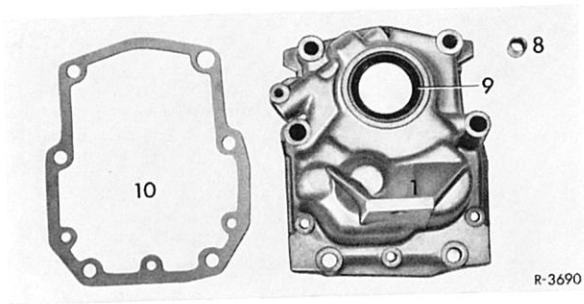

Bild 26–8/4
5 Neuen Abdichtring bündig mit der Außenkante in den Deckel einpressen (Bild 26–8/4).
6 Neue Papierdichtung (10) zur Montageerleichterung mit Fett auf die Trennfläche des Deckels kleben (Bild 26–8/4).
Hierbei auf die Paßhülse (8) achten (Bild 26–8/3).
Achtung! Es ist besonders darauf zu achten, daß die Rücklaufwelle (11) mit der Anfräsung (Pfeil) nach oben steht und richtig in die Fixierbohrung (Pfeil im Deckel eingeführt wird (Bild 26–8/3).